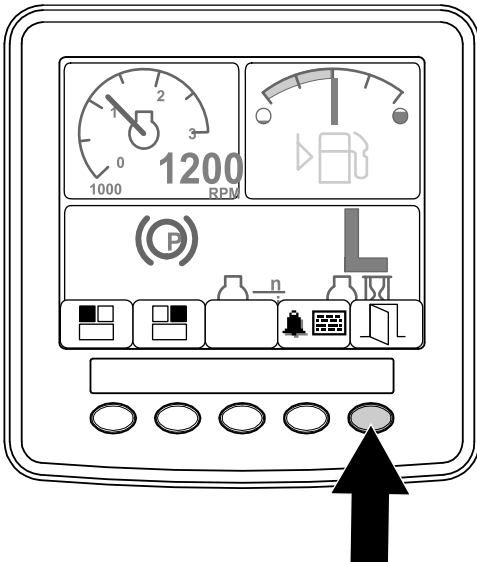

Figure 8
- Appuyez de manière prolongée sur le bouton 5 pour accéder au MENU PRINCIPAL (Figure 8).